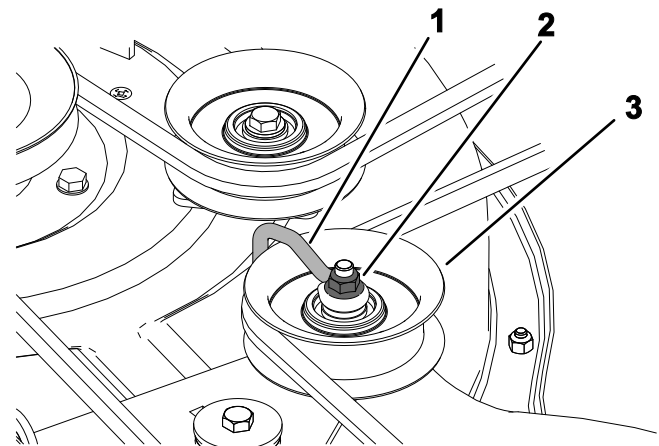

Bild 56
6. Lösen Sie an Mähwerken mit drei Messern die Mutter, mit der der Drahtbügel an der Spannscheibe befestigt ist (Bild 56).
Hinweis: Positionieren Sie den Drahtbügel gegen den Spannarm, wie in Bild 56 dargestellt.